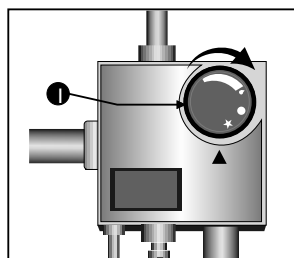

Figura 33
- La fuente de calor principal se puede apagar temporalmente girando la perilla a la posición PILOTO; la fuente de calor piloto permanecerá encendida preparada para volver al servicio normal (Ver figura 33).